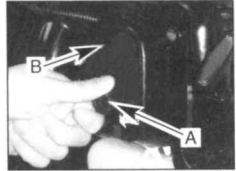
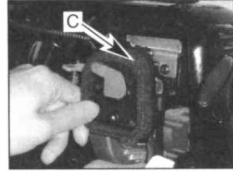

Fig. 20
Fig. 21
1. Desserrez le bouchon (A) tenant le filtre à air en place, enlevez le carter (B) et soulevez le filtre (C) de la boîte à vent (Fig. 20 & Fig. 21).